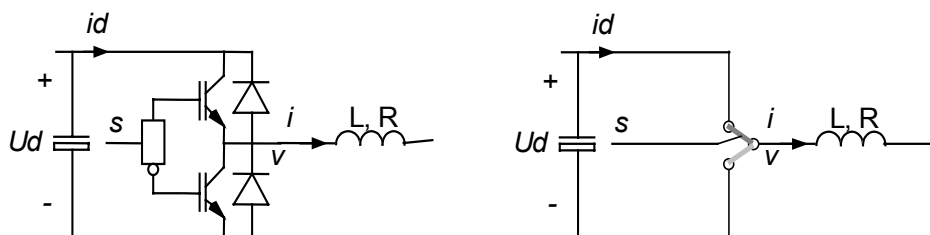

Figur 1 Översikt Labsystem
- 7 Uttryck den elektriska effekten på lik- och växelströmssidan av den trefasig frekvensomvandlaren i figur 1 i detta labpm? Antag